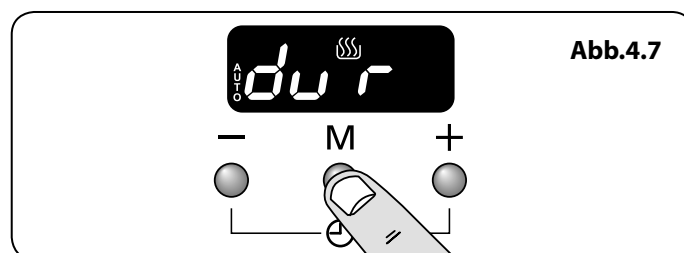

Abb.4.7
1. Drücken Sie die Modustaste [M], bis die Anzeige blinkt: dur (**Abb.4.7**). Stellen Sie anschließend die „Kochdauer“ mithilfe der Tasten [+] und [-] ein.